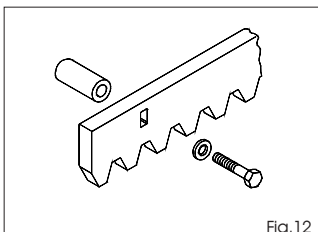

Fig. 12
5.4.2. Stalen tandheugel – vastschroeven (Fig. 12)
De aandrijving heeft een mechanische eindaanslag met veerhefboom, die de beweging van de poort stopt op het moment dat het plaatje aan de bovenkant van de tandheugel de veer in werking stelt, totdat de microschakelaar ingeschakeld wordt (fig. 12). De steun van het plaatje kan op alle tandheugels met een breedte tot 13 mm worden gemonteerd.